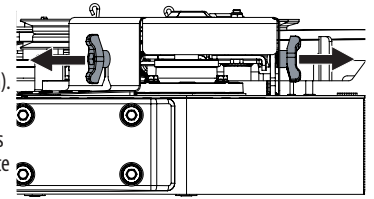

Figura 55
2. Retire los tornillos mariposa hexagonales que sujetan las cubiertas de las correas a la plataforma. Consulte la Figura 55.